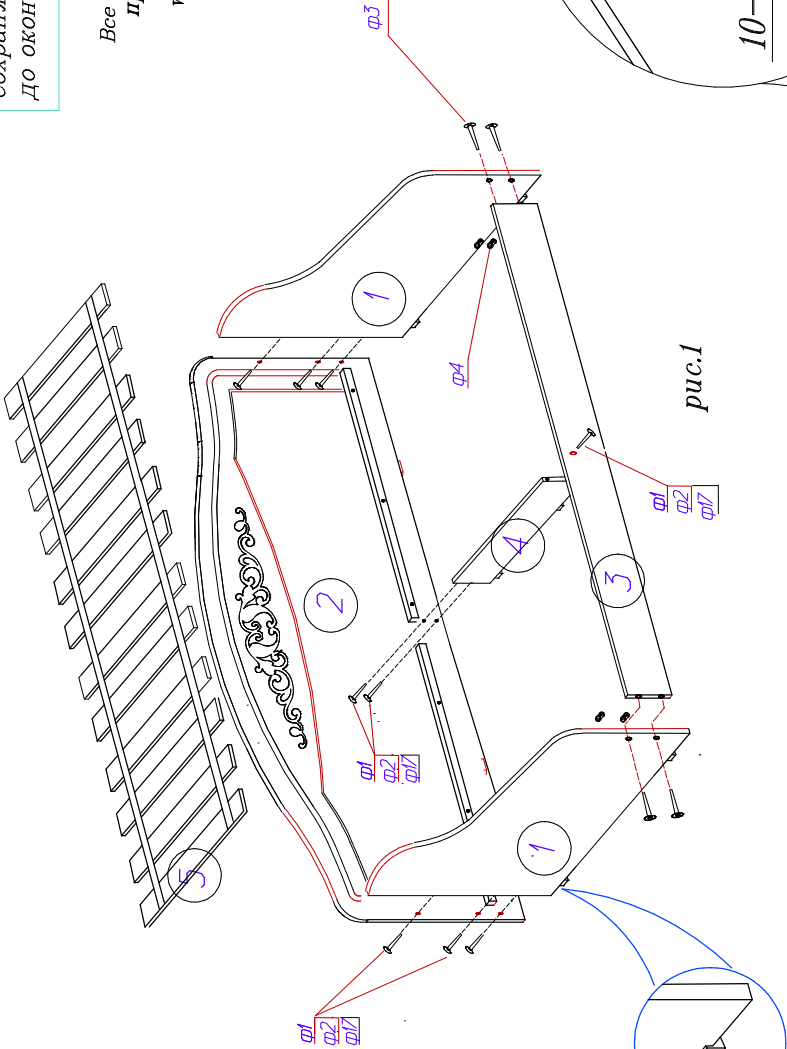
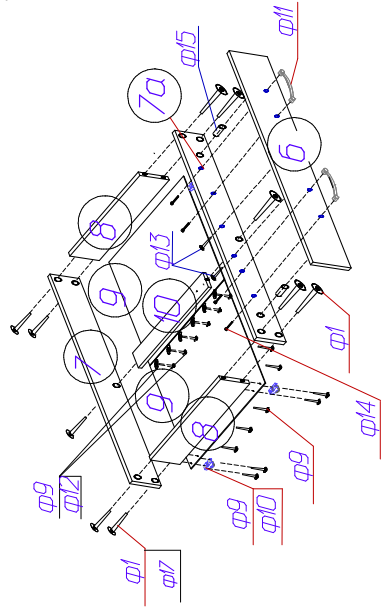

рис.1
рис.2
2. Собираете корпус кровати согласно рис. 1.
3. Настил (5) раскладывается на бруски, прикрепленные к царге (3) и стенке задней (2).
4. Собираете ящик (детали 6-10, фурнитура ф1,2,8,10-15) согласно рис.2